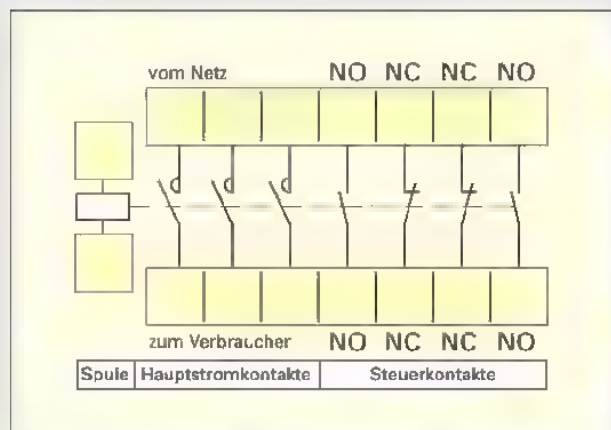

Bild 2: Anschlussbezeichnungen beim Hauptschütz
4. Ergänzen Sie in Bild 2 die Anschlussbezeichnungen des Hauptschützes.